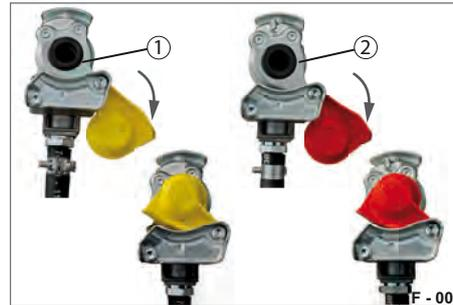

Abb. 9 Ankuppeln
- ▶ Kupplungskopf „Bremse“ (Abb. 9/1) ankuppeln.
- ▶ Kupplungskopf „Vorrat“ (Abb. 9/2) ankuppeln.
- ▶ Kupplungskopf „Vorrat“ (Abb. 9/2) abkuppeln.
- ▶ Kupplungskopf „Bremse“ (Abb. 9/1) abkuppeln.. Beim Abkuppeln der Vorratsleitung wird der Anhänger gebremst.